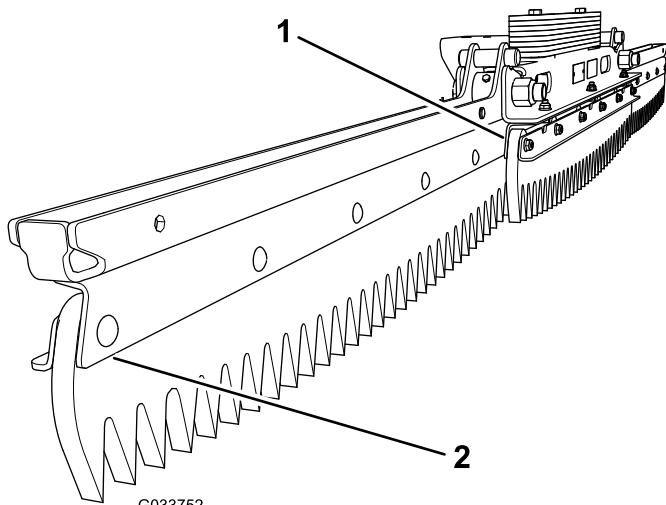

图 2
1. 放置总成使中间总成的顶板朝前每个侧总成的顶板朝后 图 2